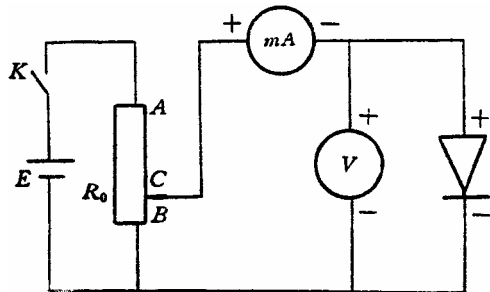
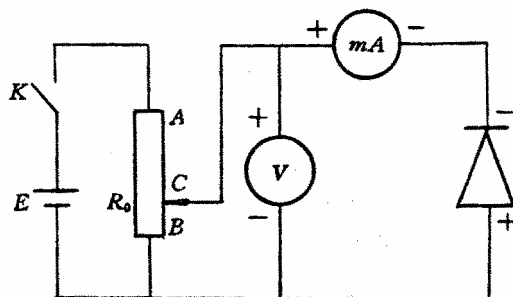

图 6-5 电流表外接法测量二极管正向特性
图 6-6 电流表内接法测量二极管反向特性
电流 I 由毫安表测定，单位为 mA ；电压 V 由伏特表测定，单位为 V 。正向用外接法（见图 6-5），反向用内接法（见图 6-6）。
1. 先将电源的四个旋钮全部反时针转到底，按图 6-5 所示电路连线，滑线变阻器滑动头置于固定端 B。（注意外接法：滑线变阻器是分压器不要连成限流器，它的三个接线柱都要用上，电源输出的电压一定要接在滑线变阻器固定端的接线柱上）。认真检查后再接通电源，电源电压不要超过 2V！
1. 按图 6-6 所示电路连接，滑动头 C 置于 B 处，检查线路无误后方可接通电源，电源电压不超过 6 伏！